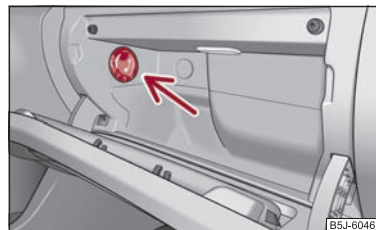

Fig. 80 Sertar: Răcire
- Porniți, respectiv opriți răcirea de la întrerupătorul ⇒ fig. 80.